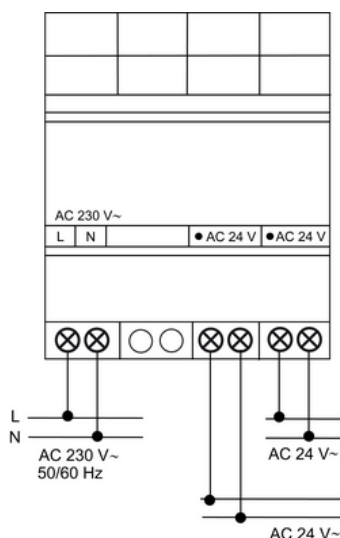

Figure 1
- Raccorder l'appareil conformément au schéma de raccordement (figure 1).